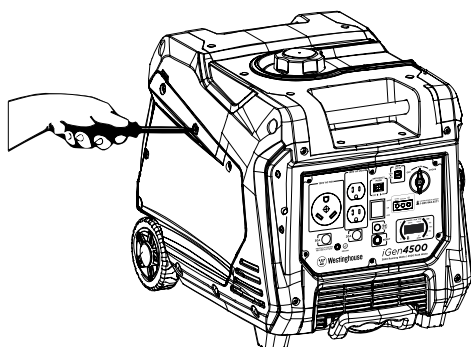

Figure 13: Supprimer le panneau de service du moteur
2. Retirez le panneau de service du moteur pour accéder au filtre à air (voir la figure 13).
1. Retirez le panneau de service du moteur pour accéder au carburateur (voir Figure 13 à la page 17).
4. Retirez le panneau de service du moteur pour accéder à la bougie d'allumage (voir Figure 13 à la page 17).